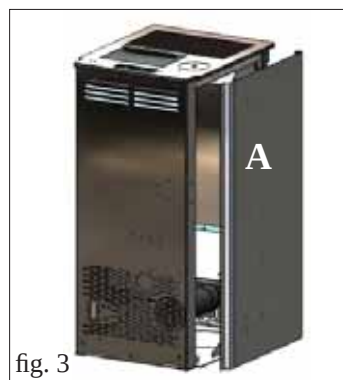

fig. 3
- Desmontar el lateral metálico izquierdo (A – fig. 3) sacando los tres tornillos posteriores (B – fig. 2).